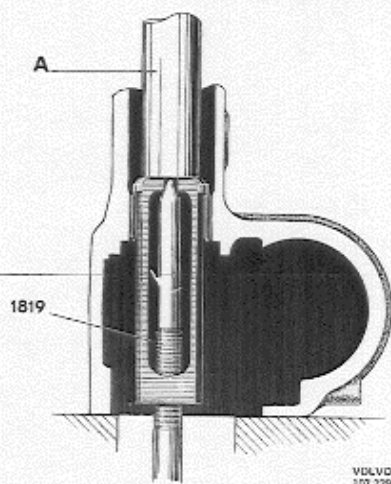
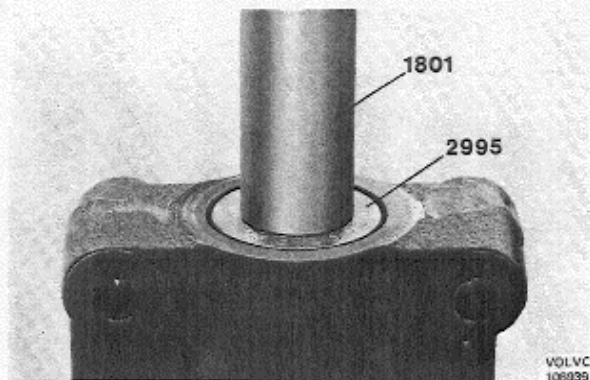

Abb. 103 Ausbau, Nadellager
Abb. 104 Einbau, Nadellager
3. Zustand der Nadellager in Gehäuse und Deckel prüfen; ggf. Lager auswechseln. Zum Ausbau der Lager die Ausziehvorrichtung 1819 (Abb. 103) benutzen, zum Einpressen den Dorn 2995 mit Standardschaft 1801 (Abb. 104).